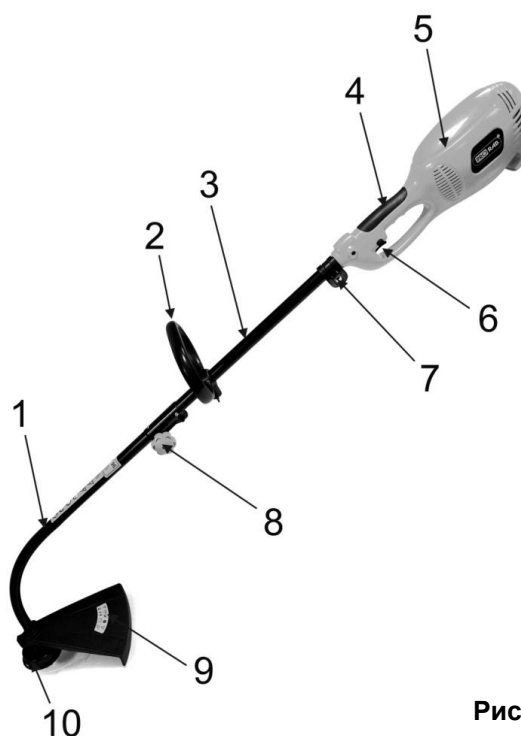

Рис. 1
- Соединение нижней и верхней штанги происходит при помощи соединительной муфты (8)(См. Рис.1).
- Совместите верхнюю (3;1) и нижнюю (1;2)(См. Рис.1; 2) штанги.
- Для удобного управления триммером, обязательно используйте ручку D-образной формы (2)(См. Рис.1).
- Ручка D-образной формы (2)(См. Рис.1) крепится на штангу триммера на удобной для Вас высоте.
- Для безопасной работы необходимо использовать защитный кожух (9)(См. Рис. 1) триммерной катушки! Эксплуатация триммера без защитного кожуха категорически запрещено!
- Нажмите на боковую кнопку блокировки от случайного пуска. Она расположена чуть выше пусковой клавиши (6)(См. Рис.1), имеет круглую форму.
- При нажатой кнопке блокировки нажмите на клавишу выключателя (6)(См. Рис.1), – триммер включится.
- Для выключения триммера - отпустите пусковую клавишу (6)(См. Рис.1).